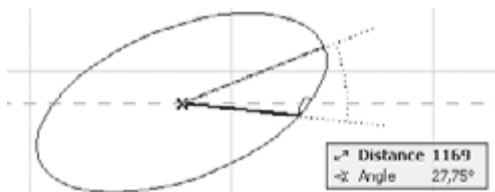

Рис. 3.20. Построение эллипса по двум радиусам и углу
4. Перемещением указателя мыши определите вид эллипса (рис. 3.20), который динамически отображается на экране в процессе построения.